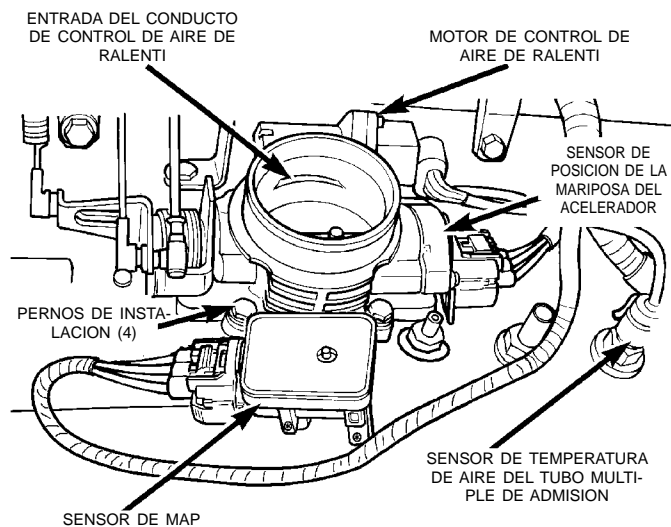

Fig. 66 Localizaciones del cuerpo de mariposa y sensor—Motor de 4.0L
- (1) Retire el tubo del depurador de aire del cuerpo de mariposa.
- (2) Desconecte los conectores eléctricos del cuerpo de mariposa del sensor de MAP, del motor de IAC y del TPS (Fig. 66).
- (3) Retire todos los cables de mando del brazo (palanca) del cuerpo de mariposa. Para obtener información adicional, consulte la sección Pedal del acelerador y cable de la mariposa de este grupo.
- (4) Retire los cuatro pernos de instalación del cuerpo de mariposa.
- (5) Retire el cuerpo de mariposa del tubo múltiple de admisión.
- (6) Deseche la junta usada entre el cuerpo de mariposa y el tubo múltiple de admisión.